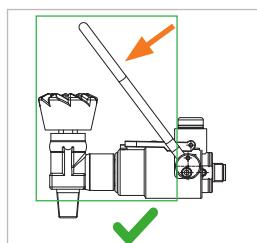

Abbildung 5
▶ Klappen Sie die Betätigung (Pos. 1) nach unten (*Abbildung 5*).